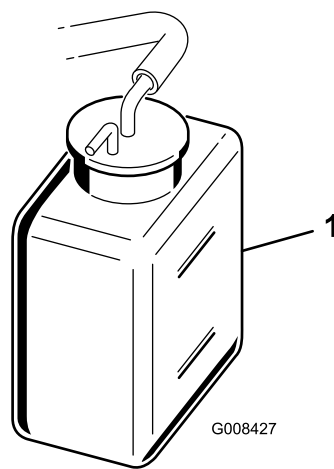

Figura 24
2. Compruebe el nivel de refrigerante (Figura 24).